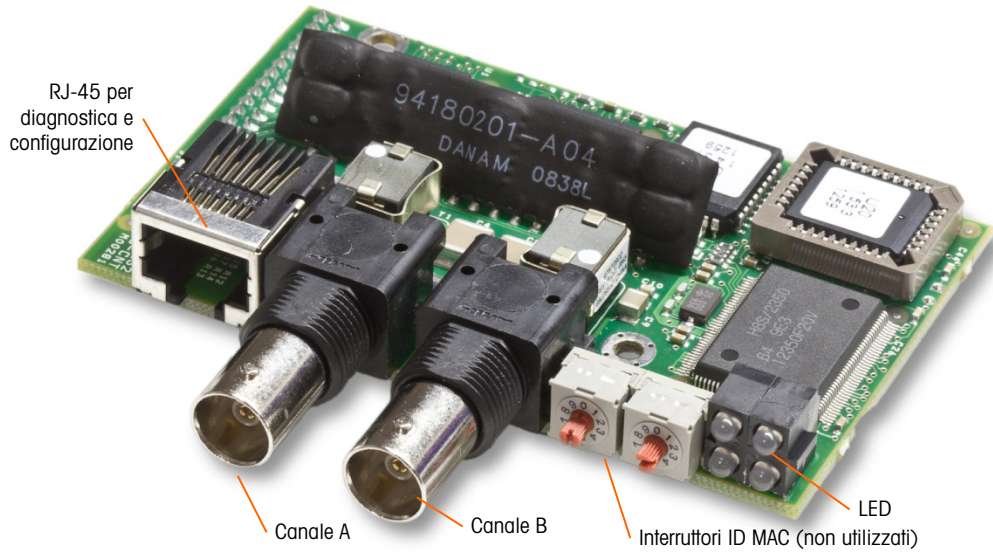

Figura 2-108: Collegamenti e componenti del modulo PLC ControlNet
La scheda opzionale ControlNet PLC (Figura 2-108) è installata nella posizione 3 (Figura 2-94) sulla scheda principale.
L'opzione ControlNet collega alla rete ControlNet tramite un cavo tap e uno drop dal cavo di dorsale originario. L'opzione supporta una o due collegamenti (per ridondanza) Il Canale A serve per la connessione normale, mentre il canale B (ridondante con il canale A) può essere utilizzato se ControlNet non rileva alcun segnale sul canale A. Notare che l'indirizzo del modulo è impostato nel software e gli interruttori degli ID MAC indicati in Figura 2-108 non sono utilizzati.
- Non collegare un cavo Ethernet al connettore RJ-45 mostrato sulla sinistra della Figura 2-108. Questa connessione non è utilizzata.